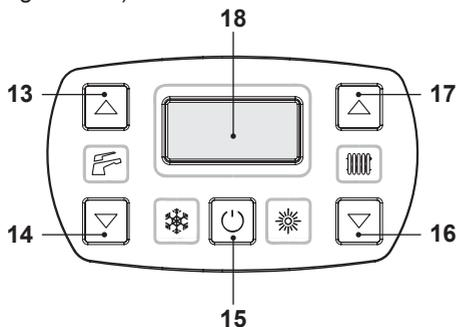
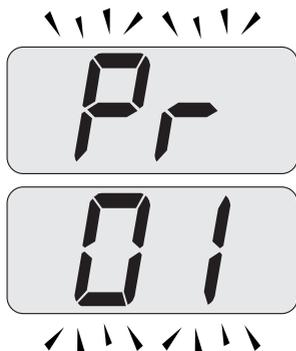
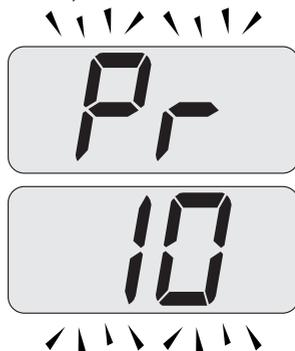

Figura 5.46
Figura 5.47
Figura 5.48
- Entrare in "modalità programmazione" premendo contemporaneamente per 10 secondi i tasti 15 - 16 - 17 (Figura 5.46) fino a far apparire sul display LCD le lettere **Pr** che si alternano con il codice **01**, indicanti l'entrata nel "parametro 01" (Figura 5.47).
16 o 17 fino a far apparire sul display LCD le lettere **Pr** che si alternano con il codice **10**, indicanti l'entrata nel "parametro 10" (Figura 5.48).
- Premere contemporaneamente i tasti 15 e 17 (Figura 5.46) fino a far apparire sul display LCD il valore del parametro 10 (30=180 secondi) (Figura 5.49).
- Premendo il tasto 15 (Figura 5.46) si ottiene la conferma del valore inserito.
- Premendo contemporaneamente i tasti 15 e 16 (Figura 5.46) si esce senza modificare il valore (ritorno alla lista parametri Figura 5.48)
- Premendo contemporaneamente per 10 secondi i tasti 15 - 16 - 17 (Figura 5.46) si esce dalla "modalità programmazione".